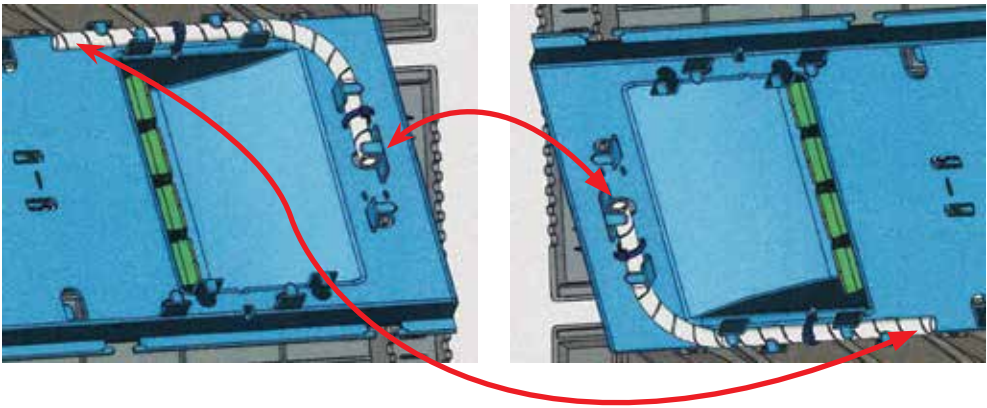

FIGURA 14
2. En la parte posterior de la puerta abatible hay un trozo de envoltura en espiral que contiene las salidas de los divisores de la bandeja de empalme. Deberá desenganchar la envoltura en espiral de los clips que la sujetan en su lugar y cambiar la envoltura en espiral al otro lado de la puerta abatible y volver a engancharla en los soportes de la puerta abatible. [Figura 14]